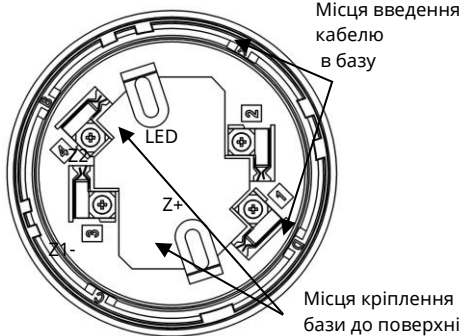
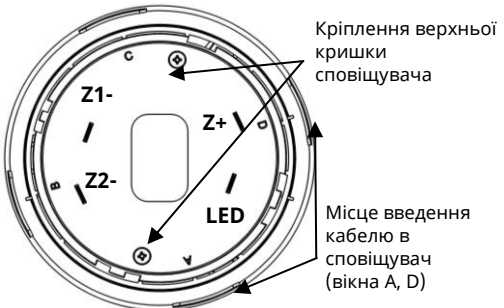

Рисунок 3.1 – Розташування клем на базі сповіщувача
Рисунок 4.1 – Вигляд сповіщувача з боку контактів
- 2) встановити базу на рівній поверхні, прикріпити шурупами або гвинтами згідно з Рис. 4.1, після затягування яких база не повинна бути деформована;
- 3) закріпити дроти ШС в гвинтових клемах бази відповідно до Рис. 3.1 і таблиці 3.1. В базі сповіщувача чотири клеми;
4.5 Для випадків, коли кабель всередину бази заводять збоку, в самій базі та в кришці сповіщувача передбачені вікна, за потреби в яких вирізають отвори. Ці вікна промарковані літерами «**A**», «**B**», «**C**», «**D**» (Рис. 3.1, Рис. 4.1).